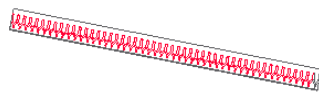
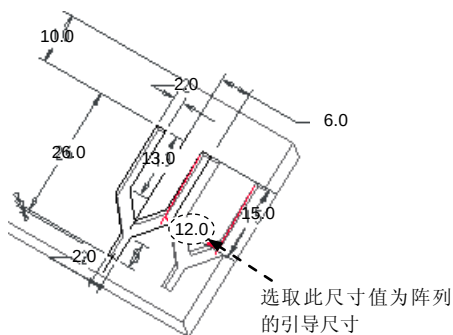

图 4.5.8 阵列特征
图 4.5.9 选取引导尺寸
Step5. 创建图 4.5.8 所示的阵列特征。选取上一步创建的平移复制特征右击, 在系统弹出的快捷菜单中选择 **阵列...** 命令。在阵列控制方式下拉列表中选择 **尺寸** 选项。单击 **尺寸** 选项卡, 选取图 4.5.9 所示的尺寸 12.0 作为第一方向阵列参考尺寸, 在 **方向1** 区域的 **增量** 文本栏中输入增量值 12.0; 在操控板中的第一方向阵列个数栏中输入 49。单击 **确定** 按钮, 完成阵列特征的创建。